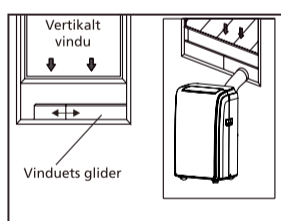

Fig. 5
- 4 Fest slangeutløpet i vinduets glidersett og forsegl. (Fig. 5 og 6.)